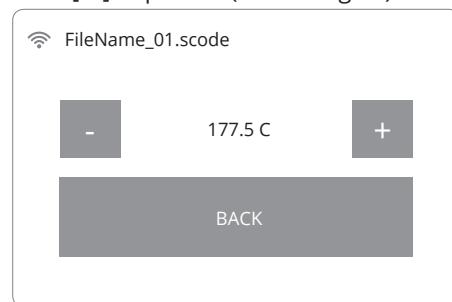

Abbildung 32. Bildschirm zur Temperatursteuerung.
3. Wenn während des Druckvorgangs Probleme auftreten, die mithilfe der eingebauten Kamera oder des oberen Sichtfensters **3** festgestellt werden, kann der Benutzer eine Feinabstimmung der Temperatur durch die Schaltfläche „TEMP“ vornehmen und die Einstellung um +/- 5 [°C] anpassen (Abbildung 32).